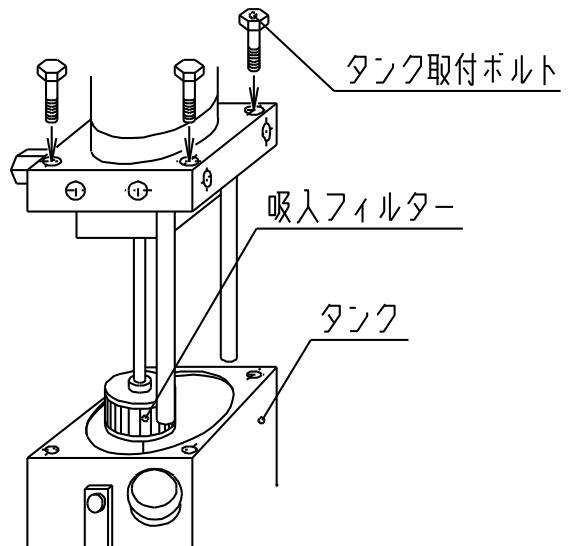

図9
- (1) 吸入フィルターが目詰まりすると騒音や流量不足の原因となります。定期的に洗浄して下さい。1日、8時間程度の使用で、1年に1~2回行なって下さい。
- (2) タンク内に吸入フィルターが組み込まれています。図9に示す4本のタンク取付けボルトを緩めてタンクを取り外して行なって下さい。